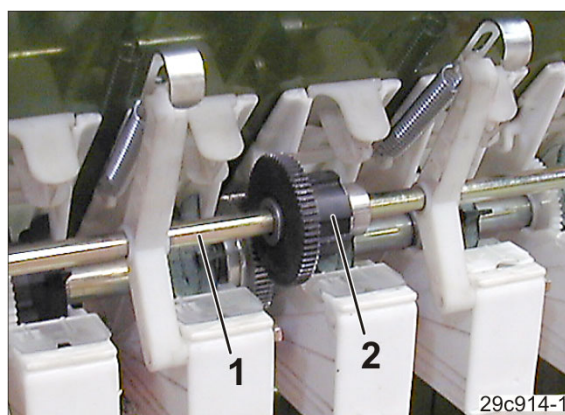

Рис. 104
Проміжний вал (Рис. 104/1) приводиться через муфту (Рис. 104/2) від висівального вала.
Муфта проміжного вала (Рис. 104/2) може приводитись в дію
- муфта (Рис. 104/2) приводиться в дію
- проміжний вал (Рис. 104/1), що приводить висівальні катушки технологічної колії, зупиняється